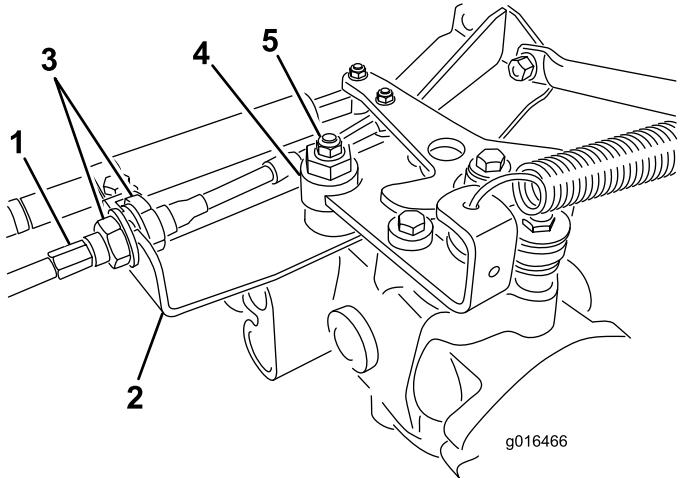

Figura 47
- A. Liberte as porcas de bloqueio que fixam o cabo de controlo de tração ao anteparo do hidróstato (Figura 47). Certifique-se de que as porcas de bloqueio se encontram soltas de forma idêntica e o suficiente, de modo a permitir a operação de ajuste.
Nota: Liberte a porca que fixa o disco excêntrico ao cimo do hidróstato (Figura 47).
- E. Quando a roda deixar de rodar, aperte a porca, bloqueando deste modo o disco excêntrico e fixando a posição de ajuste (Figura 47).
- G. Aperte uniformemente as porcas que se encontram em cada um dos lados do anteparo, fixando deste modo o cabo de tração ao anteparo (Figura 47). Não rode o cabo.